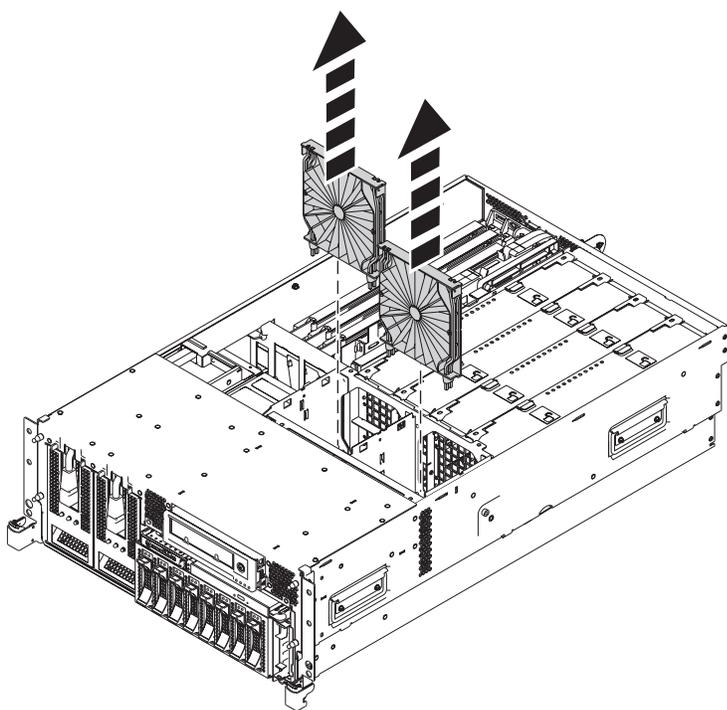

Figura 3. Remover as grelhas de registo da caixa de ventoinha
- b. Para remover as grelhas de registo, pegue nas mesmas e retire-as da caixa de ventoinha, como mostra a Figura 3.